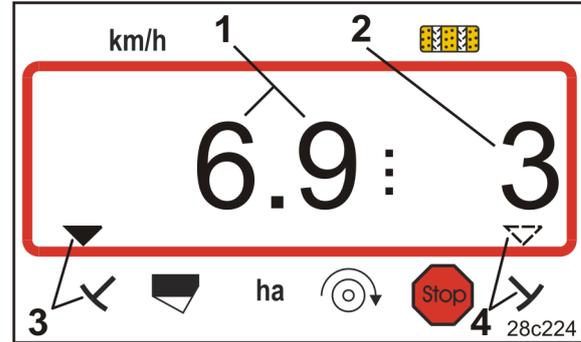

Fig. 26
→ zurück zur Arbeitsanzeige (Fig. 26).
→ Zurück zur Arbeitsanzeige (Fig. 26).
- die Fahrgeschwindigkeit (Fig. 26/1), z.B. 6,9 km/h
- die Schaltstellung des Fahrgassenzählers (Fig. 26/2), z.B. Schaltstellung 3
- der Spuranreißer links (Fig. 26/3) befindet sich in Arbeitsstellung
- der Spuranreißer rechts (Fig. 26/4) ist angehoben.